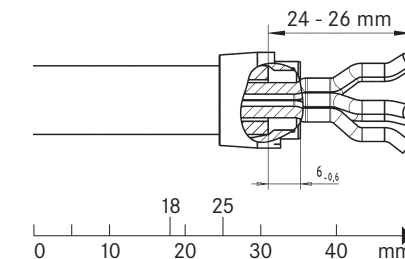

Abbildung 2 / figure 2 / figure 2
2. Entfernen Sie den Kabelmantel (Abb. 2).
Remove the cable jacket (Fig. 2).
Dénuder de la gaine du câble (Fig. 2).